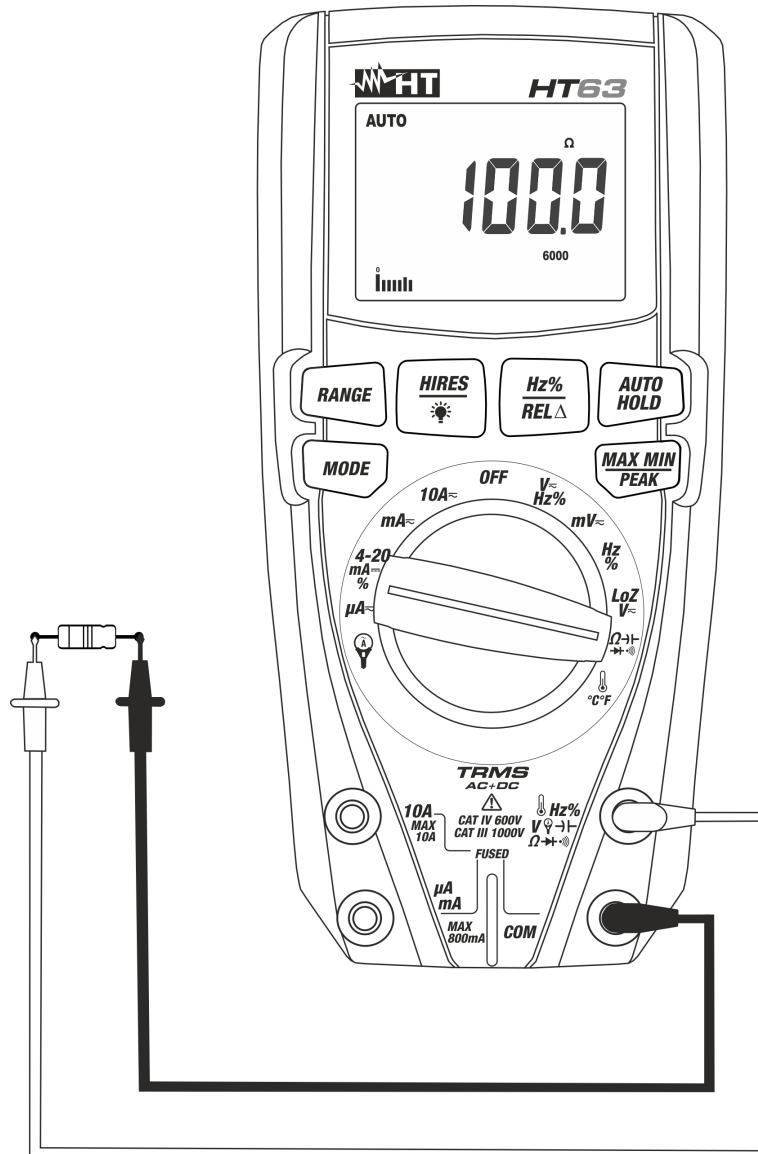

Fig. 6: Uso del instrumento para medida de Resistencia y Prueba de Continuidad
3. Posicione las puntas de puntas en los puntos deseados del circuito en examen (vea Fig. 6). El valor de la resistencia se muestra en pantalla